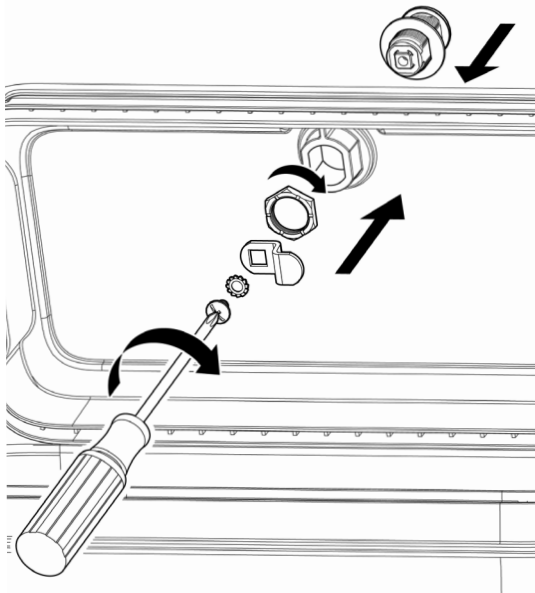
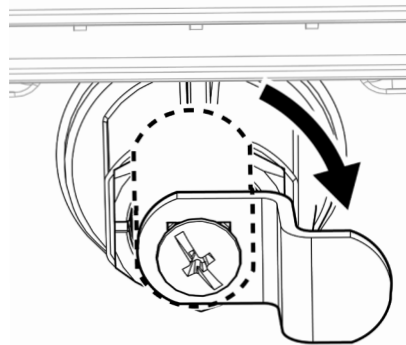

Figure 5 : Installation d'un nouveau noyau de serrure et du matériel
Figure 6 : Support en L en position déverrouillée ; parallèle au bord du couvercle de l'accessoire
- b. **Vissez l'écrou dans le sens horaire sur le noyau de serrure de l'intérieur de l'accessoire** (Figure 5). Utilisez ensuite une clé de 22 mm ou une clé à molette pour serrer solidement l'écrou contre le noyau de serrure.
- c. **Installez le support en L de l'intérieur de l'accessoire et placez-le en position « déverrouillée »** (Figure 6). Insérez la rondelle de blocage et la vis de fixation dans l'extrémité du noyau de serrure. Vissez la vis de fixation à la main et utilisez un tournevis cruciforme pour serrer jusqu'à ce qu'elle soit bien en place et sécurisée (Figure 5). Ne serrez pas trop.